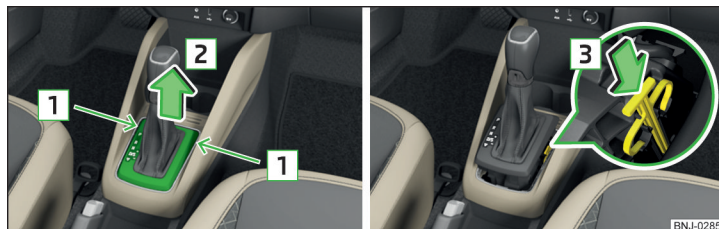

Abb. 286 Abdeckung abnehmen / Wählhebel entriegeln
- › Einen Schlitzschraubendreher oder ein ähnliches Werkzeug in den Spalt im Pfeilbereich **1** » Abb. 286 einschieben und die Abdeckung in Pfeilrichtung **2** vorsichtig anheben.